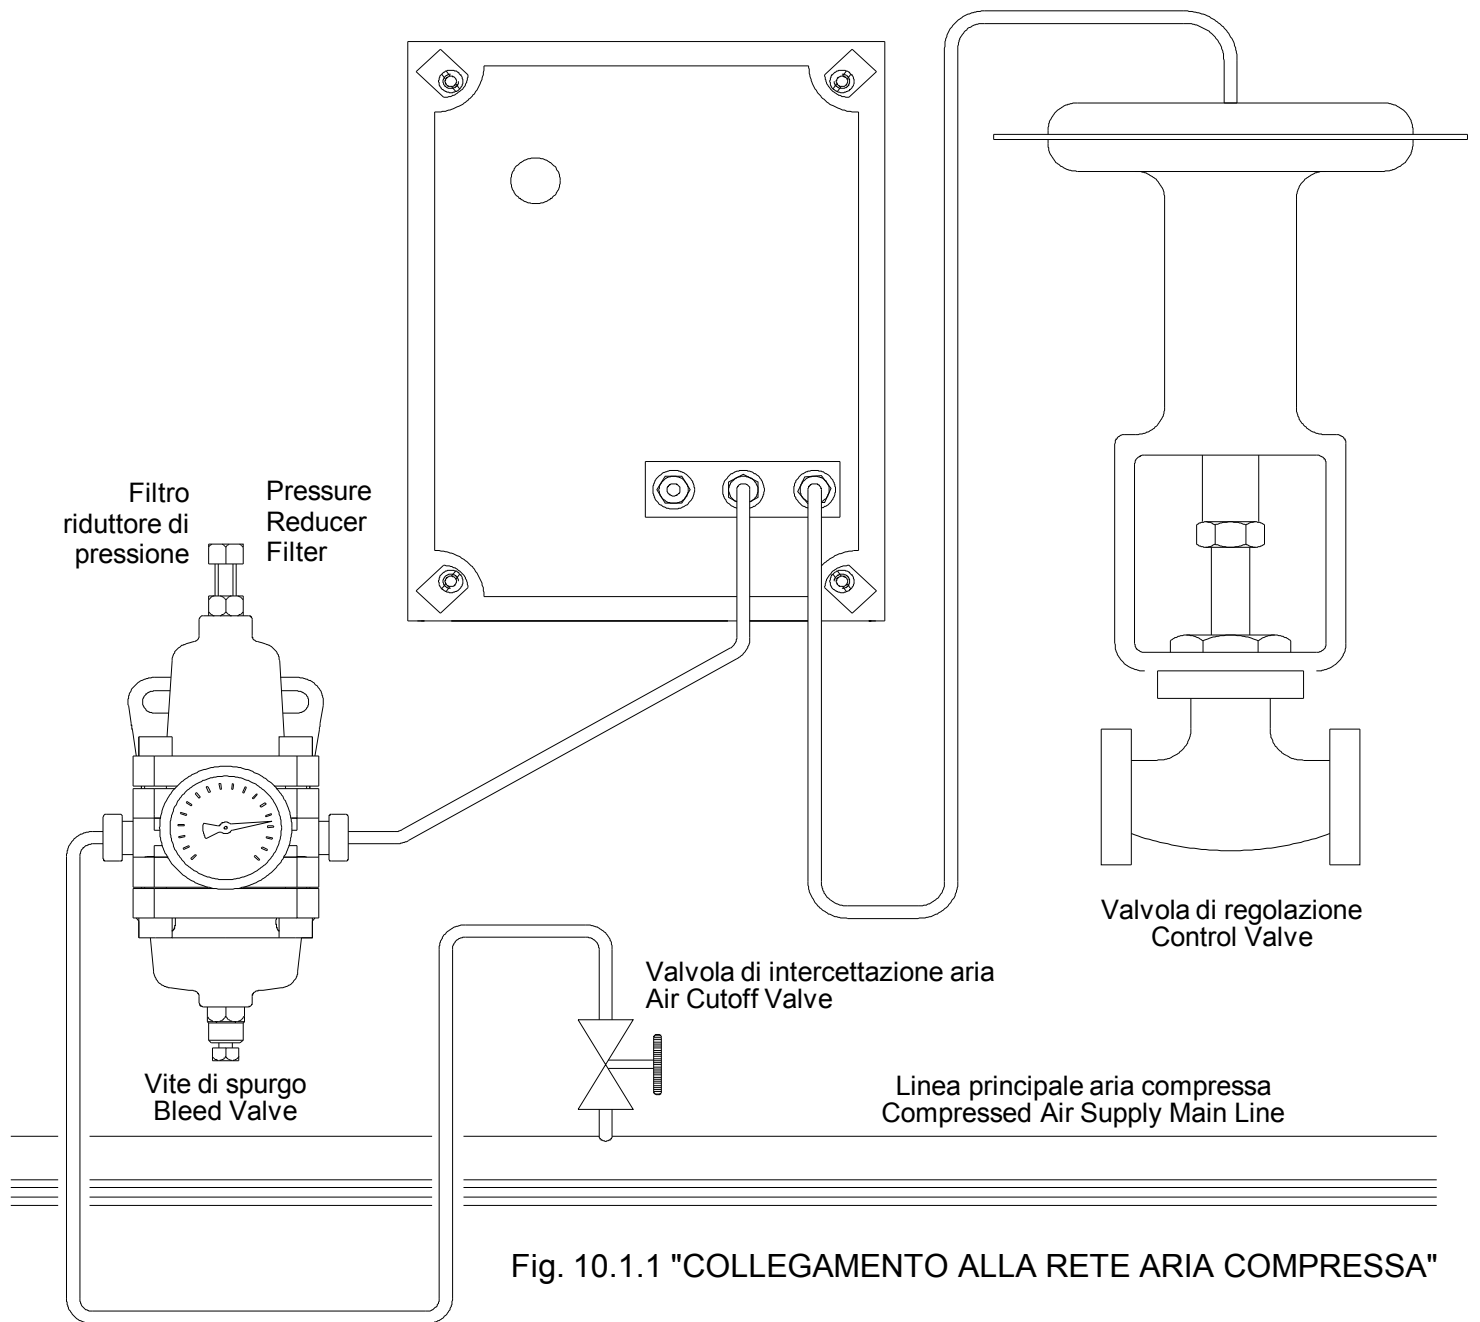

Fig. 10.1.1 "COLLEGAMENTO ALLA RETE ARIA COMPRESSA"
10.1. COLLEGAMENTO ALLA RETE ARIA COMPRESSA (Fig. 10.1.1)
10.1. COMPRESSED AIR SUPPLY (Fig.10.1.1)
A - Alimentare l'apparecchio con aria a 20 psi ($\pm 1,5$) e aprire la vite di spurgo del filtro riduttore di pressione (vedi Fig. 10.1.1) fino al completo scarico di eventuali condense.
A - Apply a 20 psi air supply (± 1.5) and open the bleed valve of the pressure reducer filter (see Fig.10.1.1) until any condensate has been completely discharged.
A - Apply a 20 psi air supply (± 1.5) and open the bleed valve of the pressure reducer filter (see Fig. 10.1.1) until any condensate has been completely discharged.
B - Alimentare l'apparecchio con aria a 20 psi ($\pm 1,5$) e aprire la vite di spurgo del filtro riduttore di pressione (vedi Fig. 10.1.1) fino al completo scarico di eventuali condense.
B - Apply a 20 psi air supply (± 1.5) and open the bleed valve of the pressure reducer filter (see Fig. 10.1.1) until any condensate has been completely discharged.